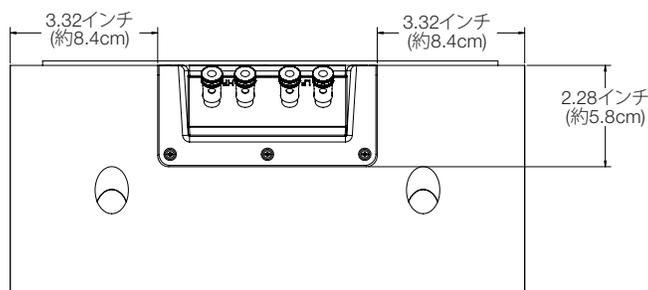

図13
**注:**図13は、SCL-2端子にスピーカーワイヤーを通すためのスタッドフレーム用の1個または複数の穴を開けるのに役立つ測定距離付きバックボックスの端子カップの端を示す図です。